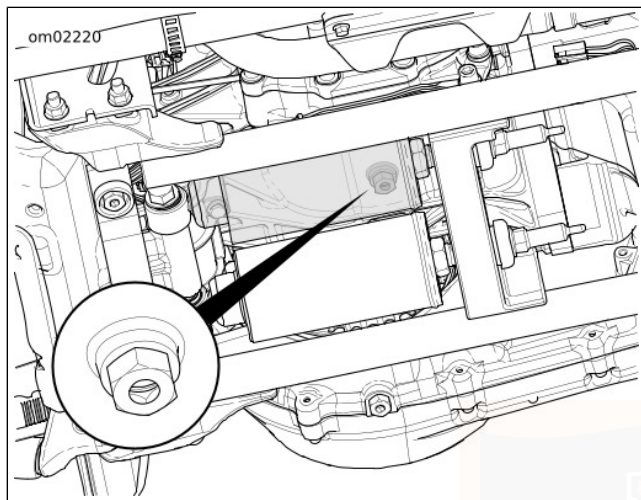

Figure 40. Bouchon de vidange de la boîte de vitesse
2. Voir Figure 40. Enlever le bouchon de vidange de la transmission et vidanger le lubrifiant dans un récipient approprié.